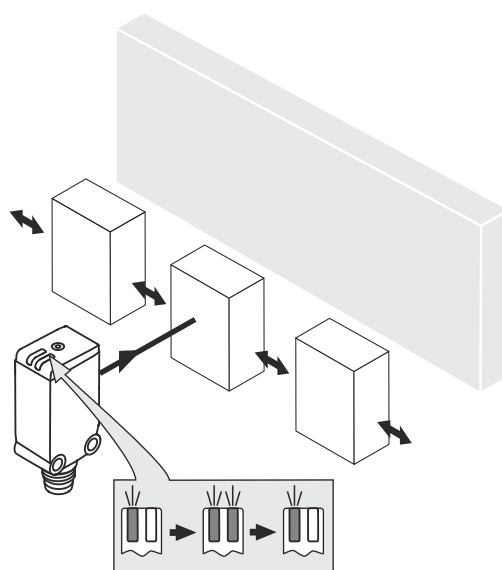

図 5: 標準的な方向
4. センサに対して対象物が検出可能な方向にあることを確認してください。参照 図 5, ページ 103